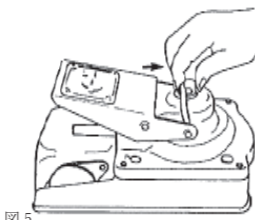

図5
- ペダル上のカップリングリングをポンプロッドフックにしっかりとかけます(図5)。